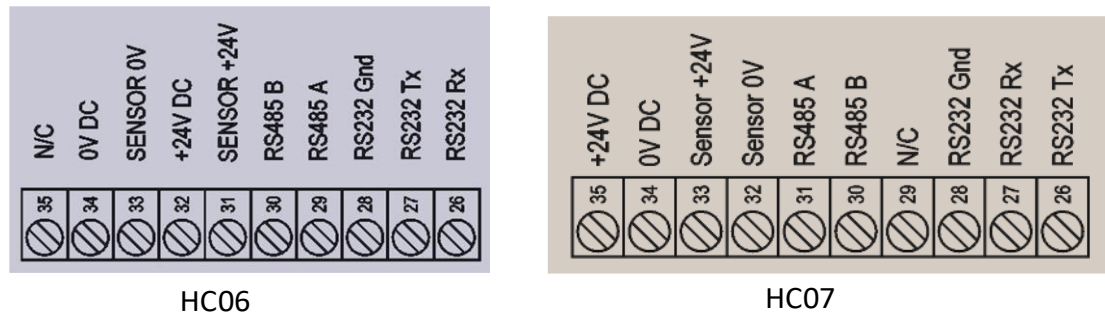

Abbildung 9: HC06 und HC07 – Unterschiede bei der Belegung des 10poligen Steckverbinders
Der Hydro-Control (HC07) verwendet den gleichen 10poligen Steckverbinder für Spannungsversorgung und Sensoranschluss wie Installationen mit dem HC06. Die Belegung **des 10poligen Steckverbinders unterscheidet sich jedoch zwischen HC06 und HC07**, siehe Abbildung 9.
Abbildung 9 zeigt die Unterschiede bei der Kabelkonfiguration zwischen der Installationsverkabelung des HC06 und den für den HC07 benötigten Verbindungen.
- Änderung der Belegung des HC06-Steckverbinders entsprechend dem HC07 (siehe Abbildung 9)
Falls der Kabeladapter HC06-nach-HC07 (Artikelnr. 7060) nicht verfügbar ist, kann die Belegung der 10poligen Klemmenleiste entsprechend der Belegung der HC07-Klemmenleiste geändert werden, siehe Abbildung 9.